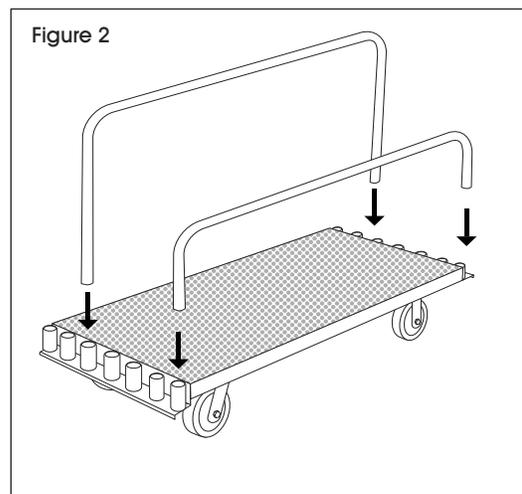

Figure 2
2. Flip the deck over. Insert uprights into desired sets of upright sockets. (See Figure 2)
2. Retournez la plateforme à l'endroit. Insérez les montants dans les emboîtures voulues. (Voir Figure 2)